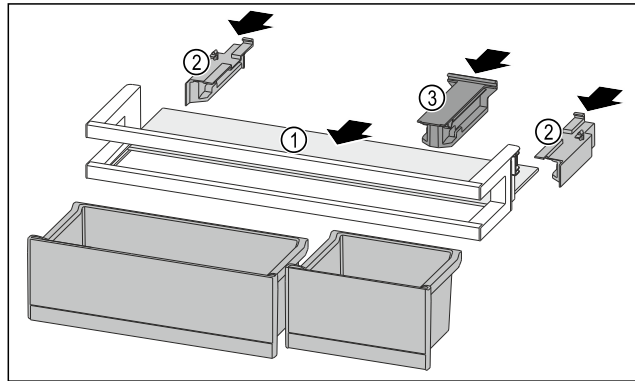

Fig. 95
- ▶ Abstellfläche Fig. 95 (1) in die seitlichen Einsparungen einschieben.
- ▶ Seitenteile Fig. 95 (2) einsetzen.
- ▶ Halteteil Fig. 95 (3) einsetzen.